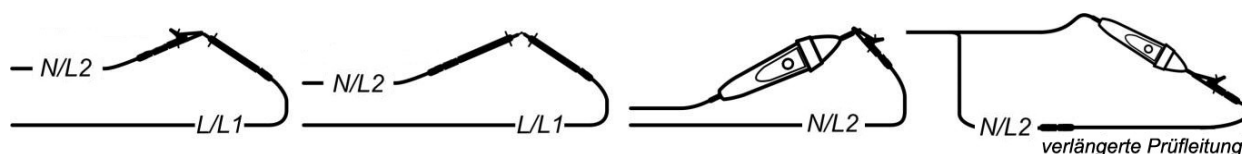

Abbildung 5.13: kurzgeschlossene Prüfleitungen
- Schließen Sie die Prüfleitungen an das Prüfgerät und schließen Sie die Prüfleitungen kurz (siehe Abbildung 5.13).